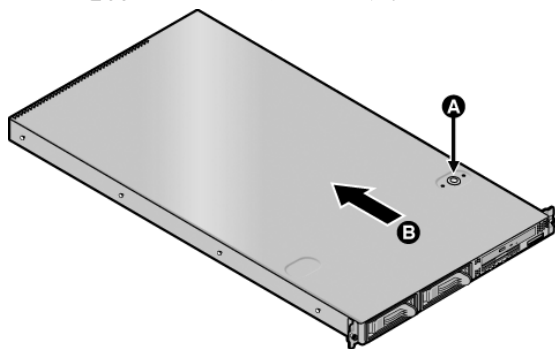

図 3-1 Sun Fire V20z サーバーのカバーの取り外し
7. カバーをサーバーの正面側に少し引いてから、カバーラッチのリリースボタンを右手の親指で押し (A)、カバーをシャーシの背面方向に、動かなくなるまでスライドさせます (B) (図 3-1 を参照)。